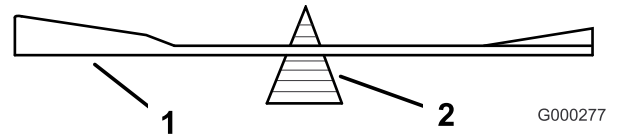

Figure 80
2. Vérifiez l'équilibre de la lame en la plaçant sur un équilibreur (Figure 80). Si la lame reste horizontale, elle est équilibrée et peut être utilisée. Si la lame est